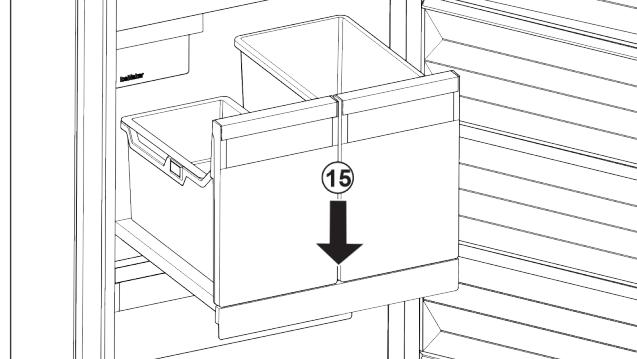

Fig. 39
- Снимите контейнеры спереди. Fig. 39 (15)